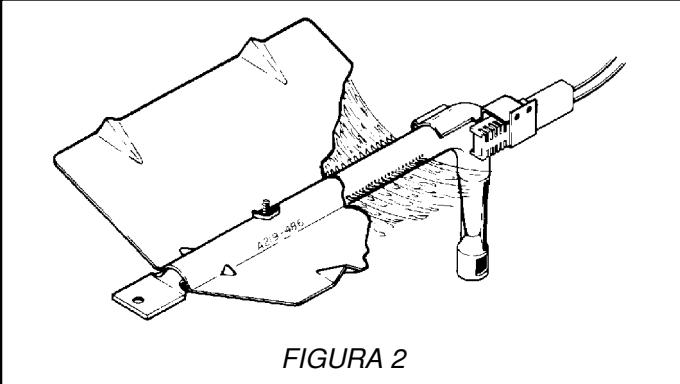
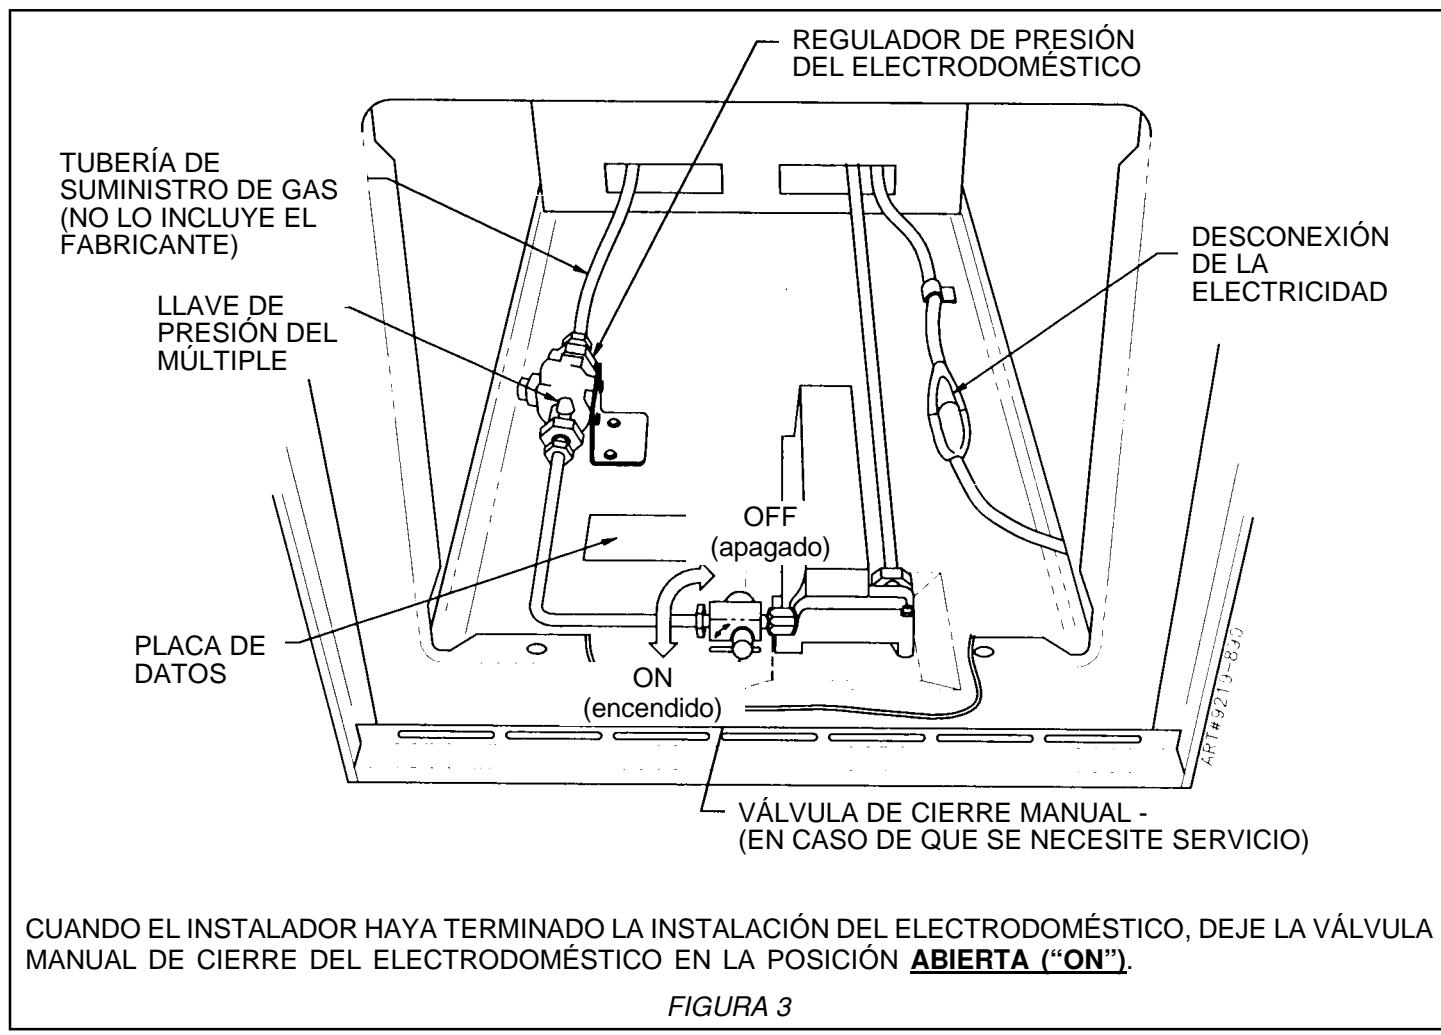

FIGURA 2
FIGURA 3
a. El quemador de horneado está equipado con un sistema de control eléctrico así como con un encendedor eléctrico del quemador del horno (figura 2). Este sistema de control NO requiere ajustes. Para operarlo, gire la perilla del termostato a cualquier ajuste de temperatura o en asar. La corriente fluirá al encendedor. Esta "destellará" de manera similar a un foco de luz. (Este destello podría reflejarse en el horno a través de los orificios del fondo del horno). Cuando el encendedor llega a la temperatura suficiente para encender el gas, la válvula del horno controlada electrónicamente se abrirá y la llama aparecerá en el quemador del horno. Hay un lapso de tiempo de 30 a 45 segundos después de que se enciende el termostato para que aparezca la llama en el quemador del horno. Cuando el horno llegue al ajuste del disco, el encendedor destellando se apagará. La llama del quemador se "apagará" en 20 a 30 segundos después de que el encendedor se apague "OFF". Para mantener cualquier temperatura dada del horno este ciclo continuará por el tiempo que el disco esté en esa temperatura determinada. La figura 3 es una ilustración de una estufa típica.
- b. En caso de que sea necesario darle servicio, se provee una válvula de cierre manual del gas al quemador del horno colocada entre el regulador de gas y la válvula del quemador del horno. Esta está ubicada en el frente del fondo del horno o al lado derecho de la parte posterior del regulador de gas. Vea la figura 3.